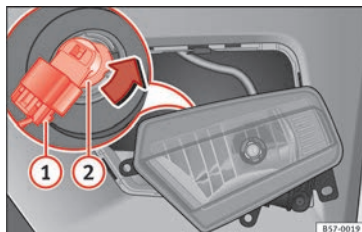

Fig. 107 Phare antibrouillard : dépose du support d'ampoule
3. Retirez l'agrafe métallique située sur la partie supérieure du projecteur antibrouillard vers l'extérieur du véhicule **③**
4. Retirez le connecteur » **fig. 107 ①** de l'ampoule.
5. Tournez le support d'ampoule » **fig. 107 ②** vers la gauche puis tirez.